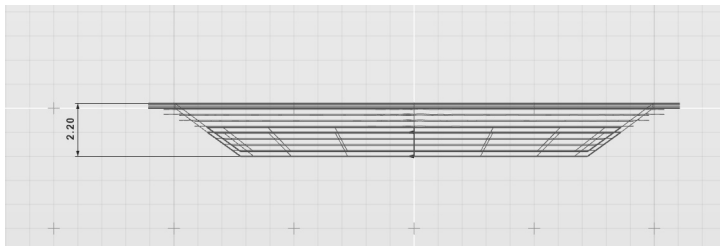

图 5-165 标注沙拉盘的高度尺寸
3) 激活前视图。在建模工具栏中的“尺寸标注”卷展栏下选择“边界框:垂直”工具,选择“边界框:垂直”工具 $\square$,为沙拉盘垂直方向增加一个尺寸标注,如图 5-165 所示。